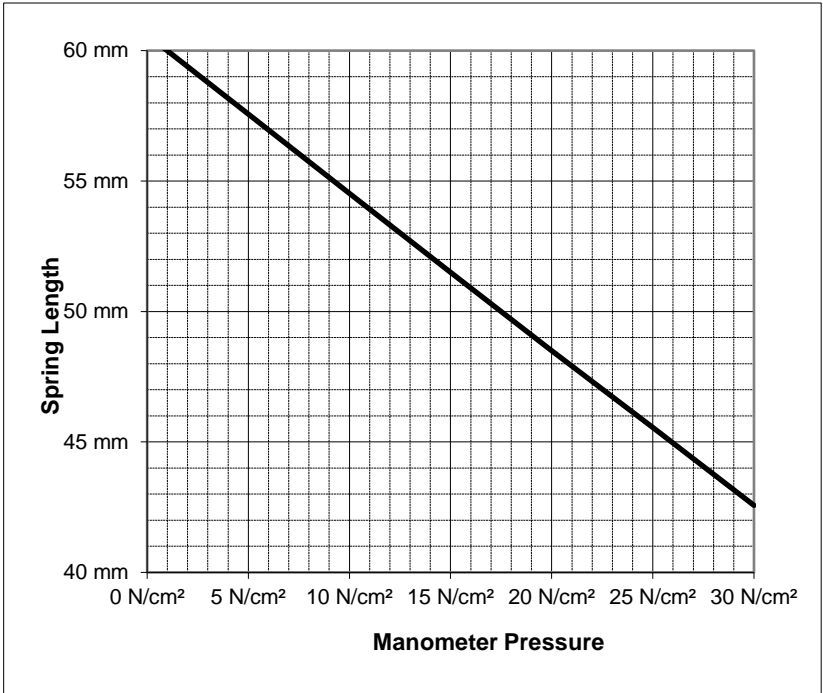

Abbildung 6.4.3
8. Drucken Sie mittels dem bereitgestellten Druckzertifikat die aufgezeichneten Messungen der Federlänge gegenüber dem Druck aus. Die sich ergebende Kurve sollte linear und abfallend sein. Ein Beispiel einer erfolgreichen Kalibrierungskurve ist in Abbildung 6.4.3 dargestellt.